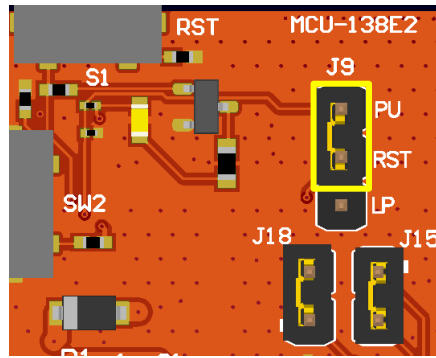

图 2-15. nRESET 上拉
LP-EM-CC35X1 提供了将复位线连接到 LaunchPad 接头 (引脚 16) 的选项, 以从外部控制复位线。要将 nRESET 线连接到 LaunchPad 接头引脚, 而不是默认的上拉电阻器, 需要将跳线 J9 放置在底部两个引脚上。J9 采用上拉 (PU) 配置, 因此, 当为电路板供电时, nRESET 线上拉, 如图 2-15 所示。